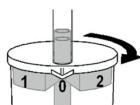

Abb. 2
3. Para aspiração normal, rode o frasco até a seta na tampa apontar para uma posição aberta ("0") (**Fig. 2**)